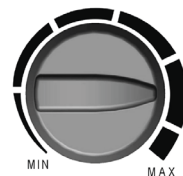

FIG. 4
- Romtemperaturen kan stilles inn med reguleringsknappen (Fig. 4). Når den forhåndsinnstilte temperaturen er oppnådd, vil termostaten slå av varmeelementene automatisk. Viften fortsetter å gå, og beskytter dermed enheten mot overoppheting. Hvis temperaturen faller under den forhåndsinnstilte verdien, slår systemet automatisk på varmeelementene igjen.